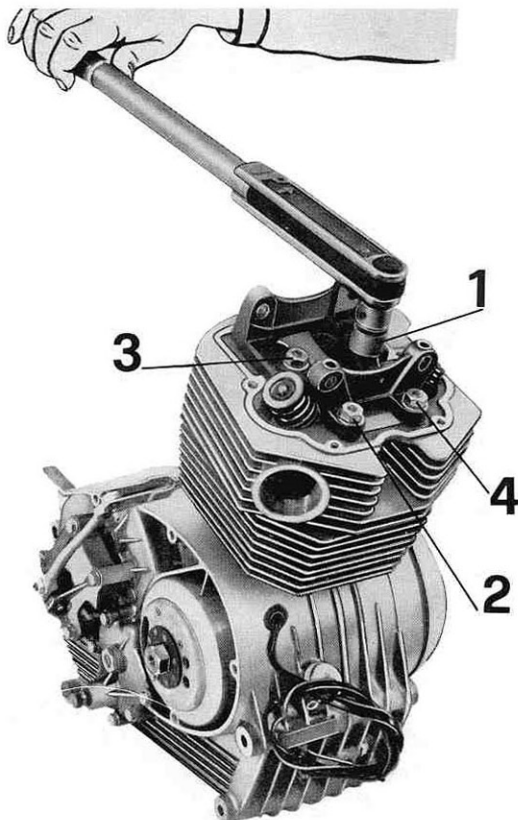

Fig. 30
- i dadi avvitantoli sui tiranti di fissaggio testa-cilindro al basamento senza bloccarli a fondo. Il bloccaggio dei quattro dadi deve avvenire con chiave dinamometrica ad una coppia di serraggio di kg/m 3 osservando l'ordine di bloccaggio di fig. 30 (1-2-3-4). Registrare il gioco tra bilancieri e valvole adoperando apposito spessimetro numero 12909090 (C di fig. 53) vedere capitolo "Regolazione giuoco tra bilancieri e valvole" a pag. 32;